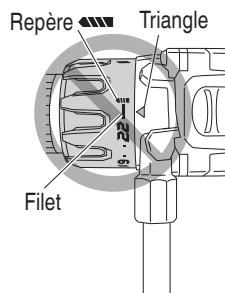

Fig. 15
- N'utilisez pas l'outil avec le sélecteur de débrayage positionné entre le chiffre "22" et la ligne au centre du symbole du foret ", vous risqueriez de l'endommager (Voir Fig. 15).